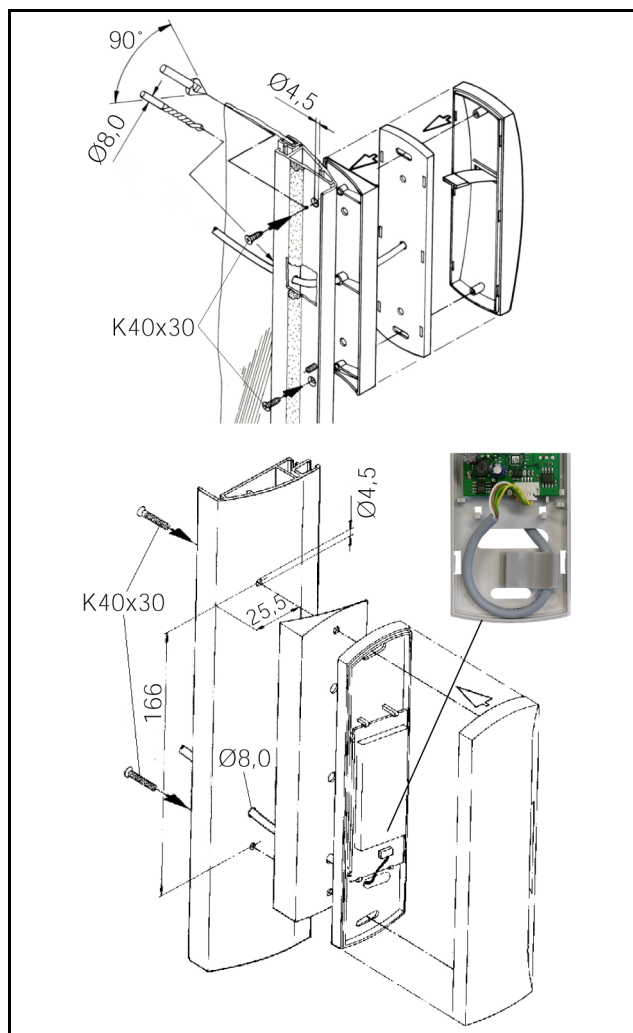

Abb. 2: Montage TS-Sichttür
- Sehen Sie die Bohrungen an der gewünschten Stelle am Rahmen der TS-Sichttür mit den entsprechenden Maßen vor (Abb. 2).